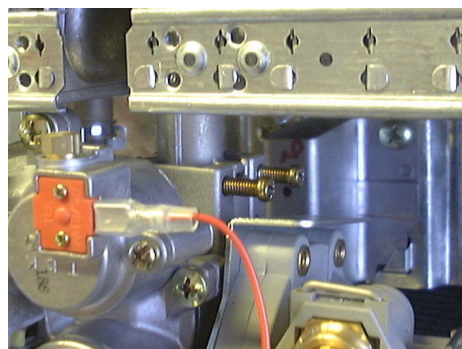

Fig. 2
3. Desapertar o queimador principal por intermédio dos dois parafusos laterais e retirá-lo do automático de gás (Fig. 2).